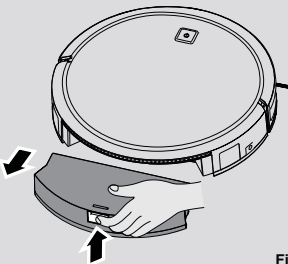

Fig. 18
2. Sostenga el depósito de polvo sobre una papelera. [Fig. 18]